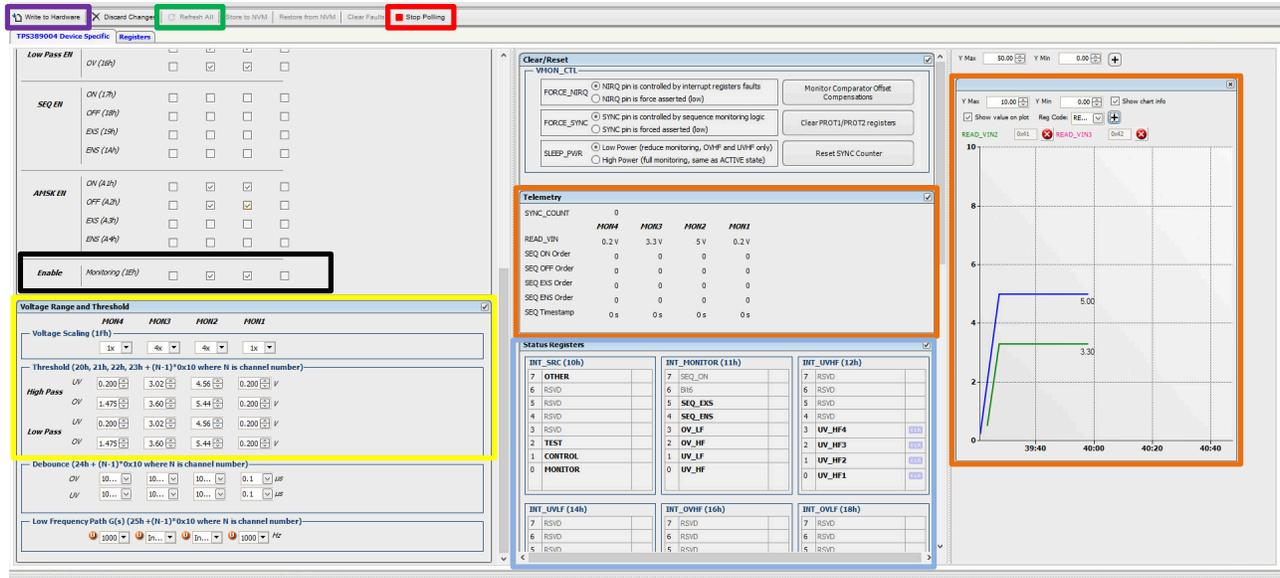
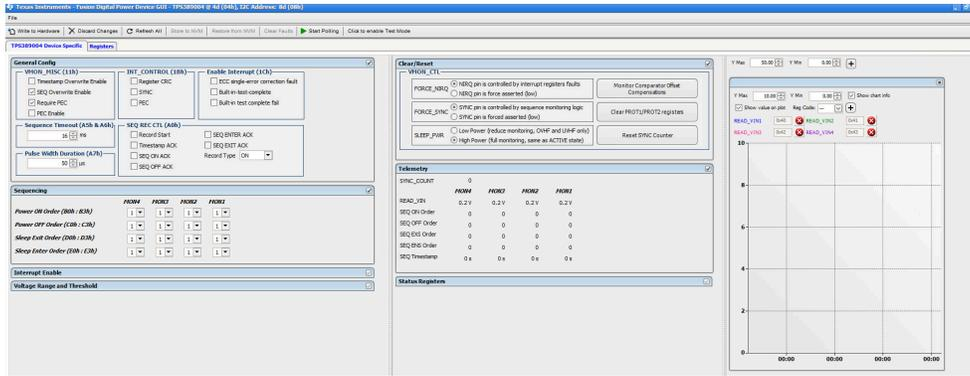
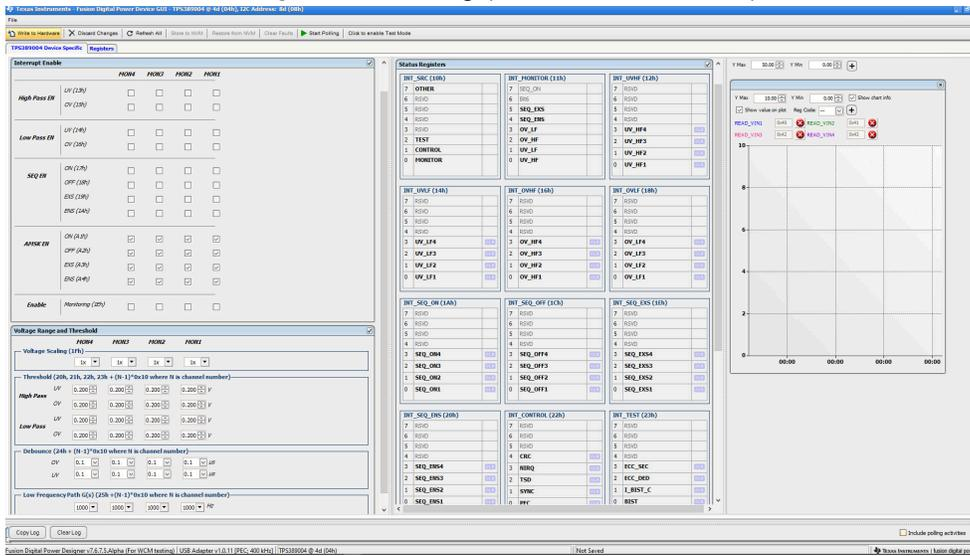
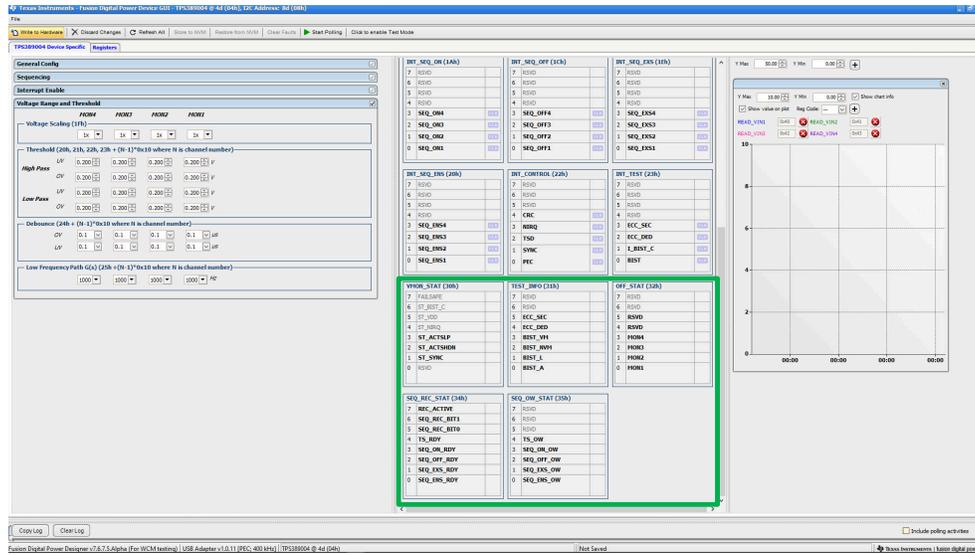

图 2-5. 用于监控两个电压电源轨的 TPS389C0XEVM GUI 设置
图 3-12. Fusion Digital Power 器件 GUI - TPS389C0XEVM (图像 #1)
图 3-13. Fusion Digital Power 器件 GUI - TPS389C0XEVM (图像 #2)
图 3-14. Fusion Digital Power 器件 GUI - TPS389C0XEVM (图像 #3)
9. 发现 EVM 并选择 *Click to Configure* 后，GUI 类似于图 3-12、图 3-13 和图 3-14。
- 如果用户想要调整欠压 (UV) 和过压 (OV) 阈值，则找到 *Voltage Range and Threshold* 子窗口 (显示在突出显示的黄色框中)。使用此子窗口中的框选择所需的电压阈值。需要注意的一点是，对于任何高于 1.5V 的监控输入，请在 *Voltage Scaling (1Fh)* 字段中选择 4x。设置所需的监控阈值后，按 *Write to Hardware*，USB 接口适配器将与 TPS389C03-Q1 IC 进行通信。
- 第 10 至 15 步如下面的图 2-5 所示。